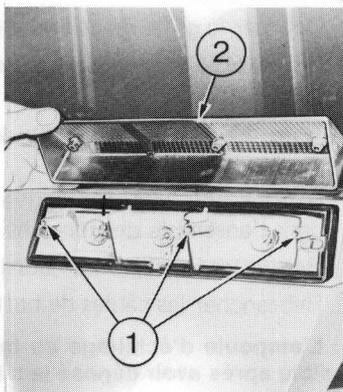

Fig. 41
- 1 – (Fig. 41). Déposer les trois vis (1) et soulever le couvercle (2).